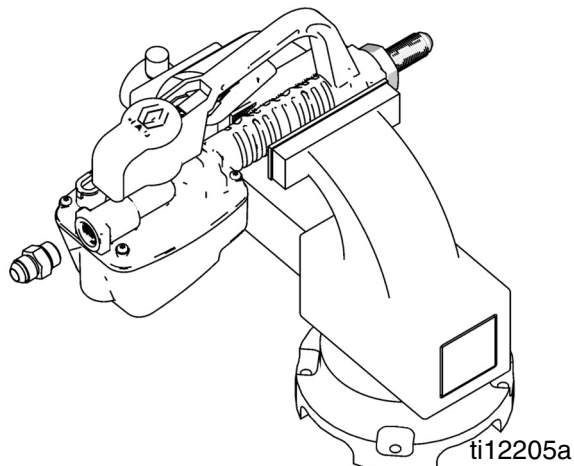

ABB. 6
6. Installieren Sie den Anschlussstutzen (4) im Auslass des Zählers (ABB. 6). Ziehen Sie den Anschlussstutzen mit einem Schraubenschlüssel fest.